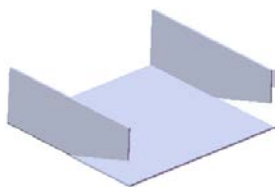
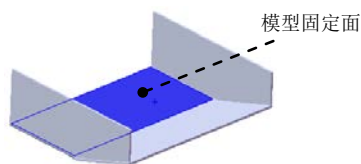

图 9.16 展开 1
图 9.17 模型固定面
Step5. 创建图 9.16 所示的钣金特征——展开 1。
(1) 选择命令。选择下拉菜单 **插入(I)** → **钣金(B)** →  **展开(U)...** 命令(或单击“钣金”工具栏上的“展开”按钮 )，系统弹出“展开”对话框。
(2) 定义固定面。选取图 9.17 所示的模型表面为固定面。
(3) 定义展开的折弯特征。在“展开”对话框中单击 **收集所有折弯(A)** 按钮，系统将模型中所有可展平的折弯特征显示在 **要展开的折弯:** 列表框中，然后删除边线折弯 1 和镜像折弯 1。
(4) 单击  按钮, 完成展开 1 的创建。